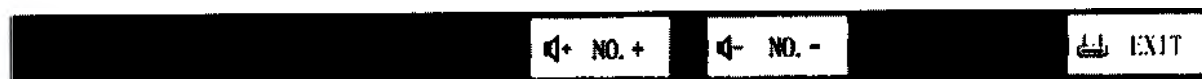

Рис. 5-25 — Панель меню настройки сетевого подключения
2. Затем нажмите кнопку , чтобы открыть меню настройки сетевого подключения, как показано на Рис. 5-25.